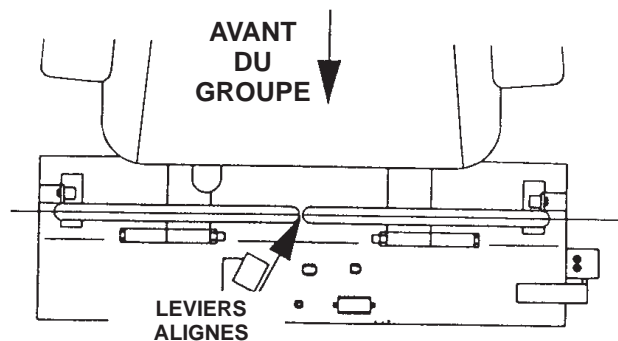

Figure 4
5. Si les extrémités des leviers se touchent en position de conduite (Fig. 4) (leviers pivotés aussi loin que possible), modifiez le réglage en déplaçant les leviers vers l'extérieur jusqu'à la position de verrouillage du point mort, et pliez-les délicatement vers l'extérieur. Ramenez-les à la position de marche et vérifiez le jeu. Répétez la procédure au besoin.